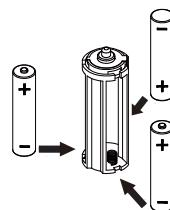

Figura 2
2. Insira 3 pilhas tamanho AAA, seguindo a orientação indicada no suporte da bateria (2) (veja a Figura 2).